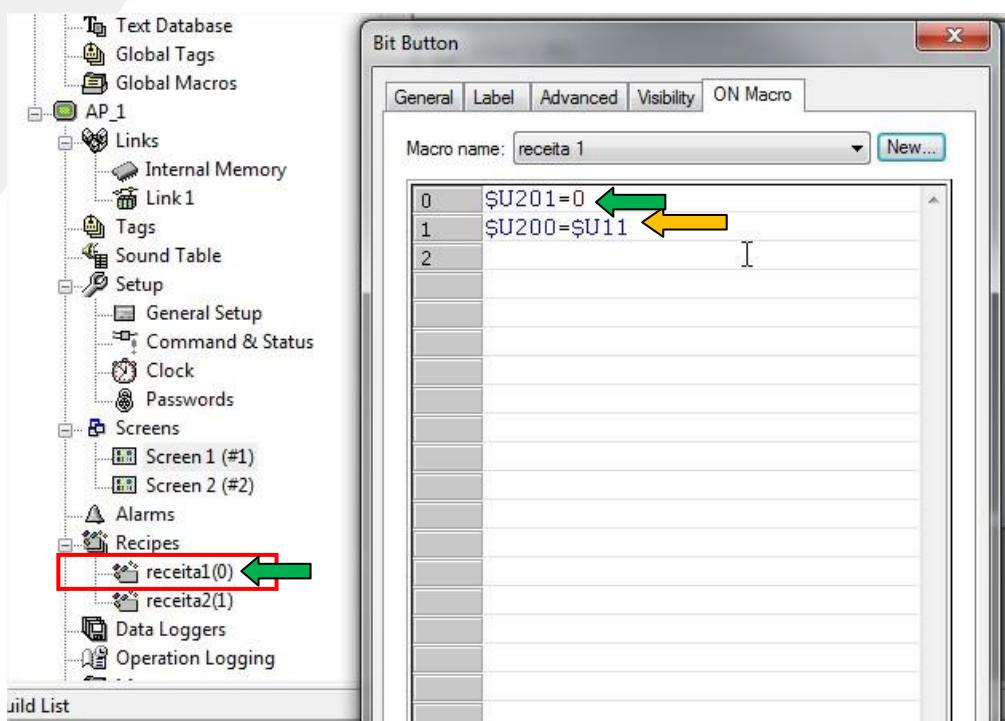

Figura 8
- Definimos “\$U201 = 0” (armazena na memória interna U201,o valor “0”, indica que queremos enviar a tabela de receita1 (0)
- Definimos “\$U200=\$U11”( armazena na memória interna U200, o valor contido na memória interna U11 onde U11 é a entrada numérica do selecionador de receita. Conforme figura 8 abaixo.